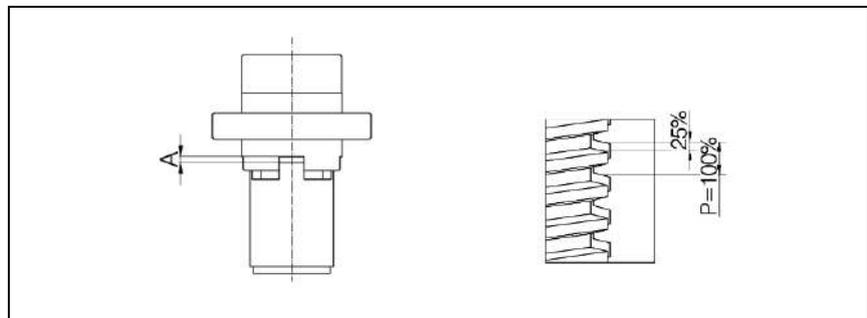

Fig. 20: Porca de segurança SIFA: Verificação da medida "A" para comparação em caso de desgaste
4. Se uma porca de segurança SIFA estiver disponível. Meça e veja dimensão " A " (ver fig. 20). Esta dimensão em nova condição serve como uma medida comparativa no curso posterior de operação, a fim de ser capaz de avaliar o desgaste (consulte o capítulo 7.1.1.)
3. Caso esteja disponível uma porca de segurança SIFA: Verificar desgaste de acordo com a Fig. 20 (imagem do lado direito).